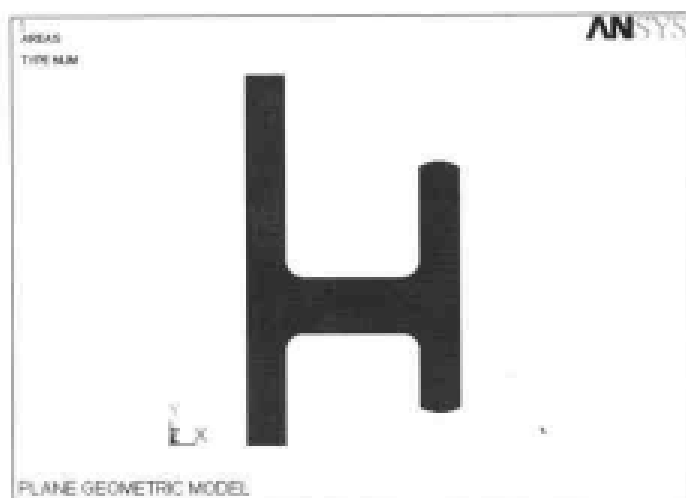

图 10-84 生成的平面几何模型结果显示
(21) 选择 Utility Menu | PlotCtrls | Numbering 命令, 出现 Plot Numbering Controls 对话框, 选择 LINE Line numbers 和 KP Keypoint numbers 选项, 使其状态从 On 变为 Off, 其余选项均采用默认设置, 单击 OK 按钮关闭该对话框。
(22) 选择 Utility Menu | File | Change Title 命令, 出现 Change Title 对话框, 在文本框中输入 PLANE GEOMETRIC MODEL, 单击 OK 按钮关闭该对话框。
(23) 选择 Utility Menu | Plot | Areas 命令, ANSYS 显示窗口将显示所生成的平面几何模型, 如图 10-84 所示。